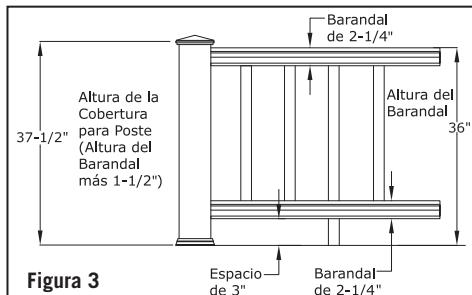

Figura 3
Paso 5: Corte las coberturas para poste de 4x4 a la longitud requerida. Las coberturas para poste deben ser como mínimo 1-1/2" más largas que la altura del barandal (Figura 3). Ejemplo: Para un barandal de 36" de altura, corte una cobertura de poste a un mínimo de 37-1/2". Puede dejarse más larga si se desea. Deslice una cobertura para poste recortada sobre cada poste de barandal de 4x4. Deslice una guarda de base de poste sobre cada cobertura para poste.
Paso 10: Determine la longitud de los balaustres (Figura 3). La Figura 3 ilustra cómo puede medirse un barandal de 36" de alto. Comenzando con un espacio de 3" + 2-1/4" para el barandal inferior, + 28-1/2" de altura del balaustre + 2-1/4" para el barandal superior = una altura de barandal de 36". Si estas son las dimensiones que utilizará, corte los balaustres a una longitud de 28-1/2" usando una sierra de corte o de mesa. Use balaustres de 34-1/2" para barandales de 42". Si usted desea tener su barandal a una altura diferente, use la Figura 3 como una herramienta de planeación para determinar la altura de corte de las coberturas para poste y los balaustres. **Nota:** Use **una herramienta para asegurar una longitud consistente (+/- 1/16").** Corte los balaustres a la longitud requerida. Pre-perfore los extremos de los balaustres usando una broca de 1/8". Coloque los balaustres entre el barandal interior restante y la
Paso 8: Determine la longitud de los balaustres (Figura 3). La Figura 3 ilustra cómo puede medirse un barandal de $36"$ de altura. Comenzando con un espacio de $3" + 2-1/4"$ para el barandal inferior, $+ 28-1/2"$ de altura de los balaustres $+ 2-1/4"$ para el barandal superior = una altura de barandal de $36"$. Si éstas son las dimensiones que utilizará, corte los balaustres a $28-1/2"$ de longitud usando una sierra de corte o de mesa. Use balaustres de $34-1/2"$ para barandales de $42"$. Si usted desea tener su barandal a una altura diferente, use la Figura 3 como herramienta de planificación para determinar la altura para cortar las cubiertas para poste y los balaustres. Nota: Use una herramienta para asegurar una longitud consistente ($\pm 1/16"$). Corte los balaustres a la longitud y el ángulo requeridos. Pre-perfore los extremos de los balaustres usando una broca de $1/8"$. Fije los balaustres entre el barandal interior restante y la sección inferior del barandal en U y asegúrelos en su lugar con